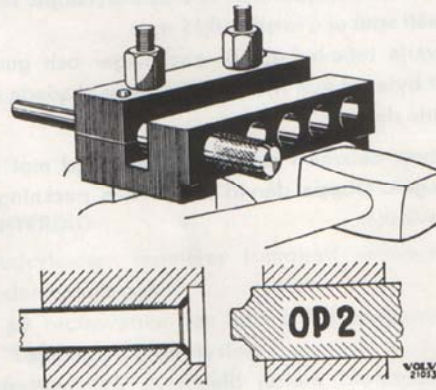

Bild 28. Kragning av bromsrör.
4. Byt ut dornen mot OP 2 (bild 28) och slå in denna i botten.